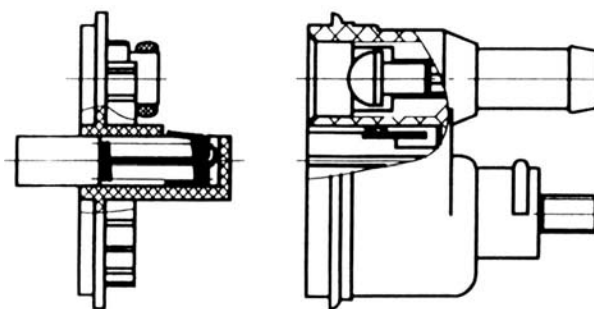

Рис. 8.2.23. Разборка выходной крышки ЭБН
1. для проведения ремонта контактной группы, выходную крышку разобрать, вынув щеткодержатель со щетками и уплотнительным кольцом из корпуса крышки (рис. 8.2.23).